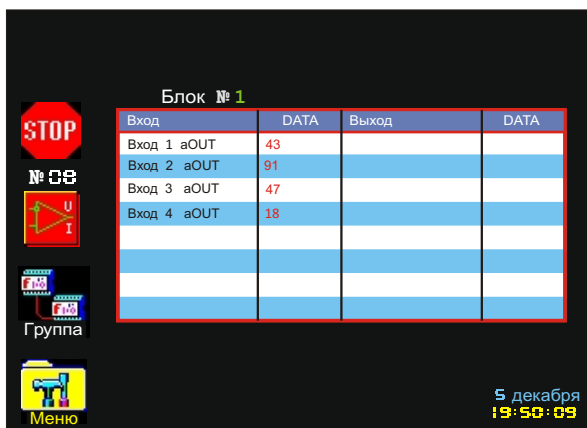

Рис. 32. Меню "Процесс" (Блок "Аналоговый вывод")
9.1.17 В меню **Процесс** блок Аналоговый вывод представлен в виде таблицы, в которой находится информация о состоянии всех 4-х входов блока в данный момент времени (Рис. 32). Над таблицей находится надпись "Блок №1", указывающая на номер блока в сети (номер блока аналогового вывода БВА-04).